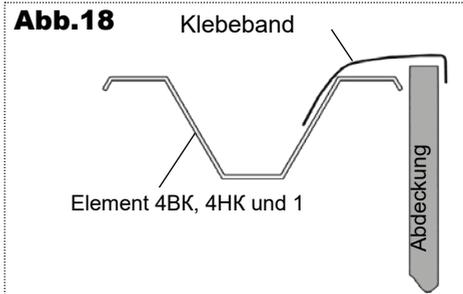

Abb. 18
5. Schneiden Sie mit einem Messer die Teile der Beschichtung in den Bögen 4H und 4BK und den Teilen 1 ab und schließen Sie dann den resultierenden Schnitt mit Klebeband gemäß Abb. 18.